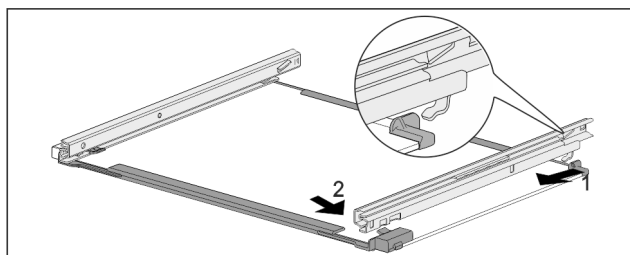

Fig. 191 Склона пластина з рейками
- ▶ Зачепити рейку ззаду. Fig. 191 (1)
- ▶ Зафіксувати рейку спереду. Fig. 191 (2)